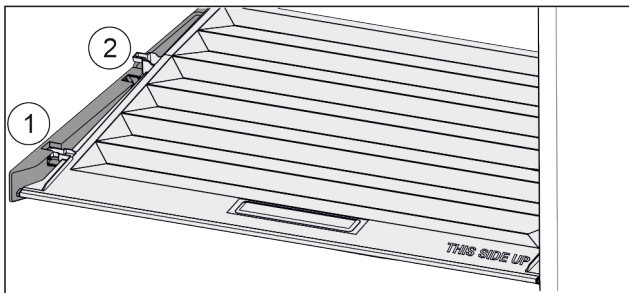

Fig. 77
- ▶ Deckel bis zur Öffnung in den Halteteilen nach vorne ziehen Fig. 77 (1).
- ▶ Hinten von unten anheben und nach oben wegnehmen Fig. 77 (2).